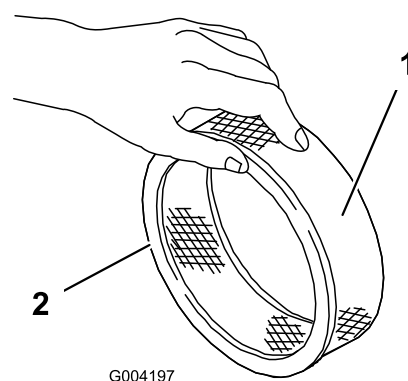

Figure 32
5. Vérifiez que l'élément en papier n'est pas déchiré ou couvert d'une pellicule grasse, et que le joint en caoutchouc n'est pas endommagé (Figure 32).
1. Glissez délicatement le préfiltre en mousse sur l'élément en papier (Figure 32).